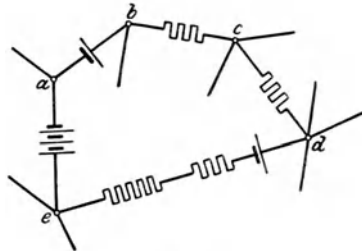

Abb. 2.
**15. Stromverzweigungen.** Das Ohmsche Gesetz ist durch Kirchhoff erweitert worden. Greift man aus einem beliebig verzweigten Stromnetz einen geschlossenen Linienzug heraus, z. B.  $abcde$ , Abb. 2, so ist die Summe der treibenden Kräfte gleich der Summe der widerstehenden Kräfte: